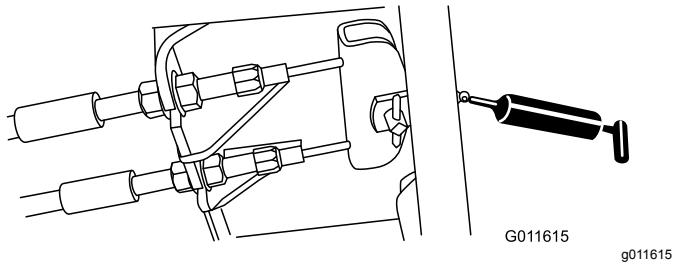

Figura 34
- Pedale del freno (1)—Figura 34